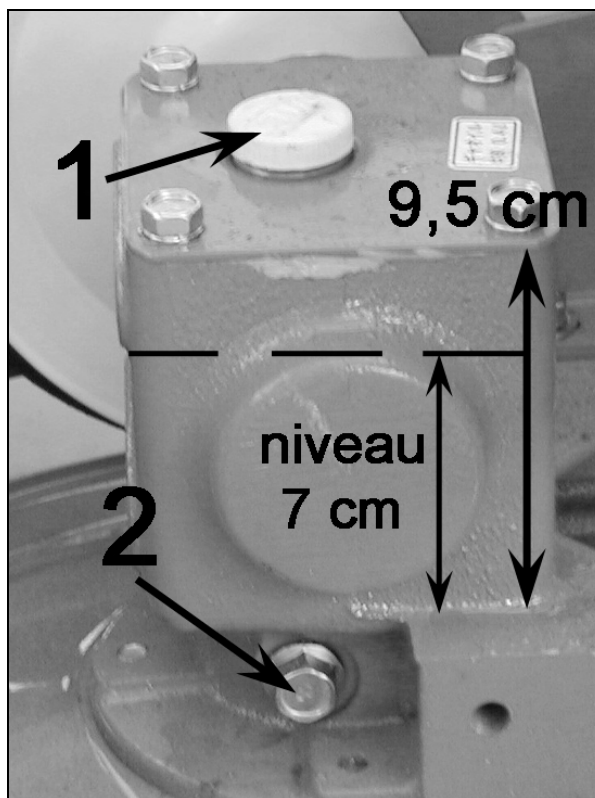

Figura 18
- Controllare il livello dell'olio all'interno della scatola rinvio. Il livello deve essere a 7 cm dal fondo del carter. (1, figura 18).